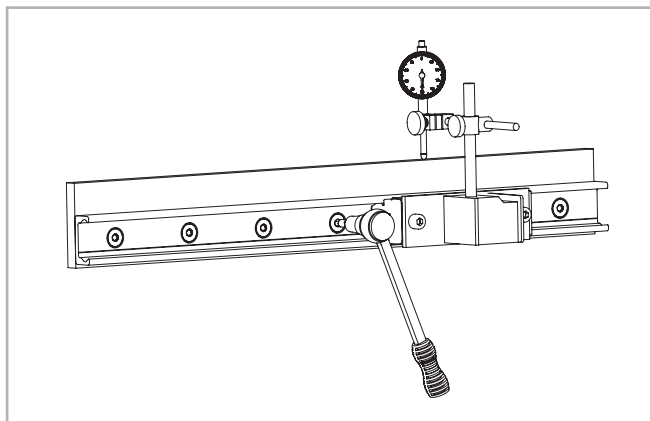

Рис. 161
(2) Установить на каретку измерительный прибор, позволяющий определить расстояние между направляющей и опорной линией на несущей поверхности. Переместить каретку в среднюю часть направляющей, обнулить показания прибора. Далее, перемещая каретку по длине направляющей, выставить последнюю по положению таким образом, чтобы прибор показывал "0" по всей длине направляющей. Затем несколько раз попеременно перемещать каретку в пределах двух промежутков между тремя наиболее близкими к середине направляющей крепёжными винтами. Убедившись, что прибор показывает "0", затянуть эти винты заданным усилием (рис. 161);